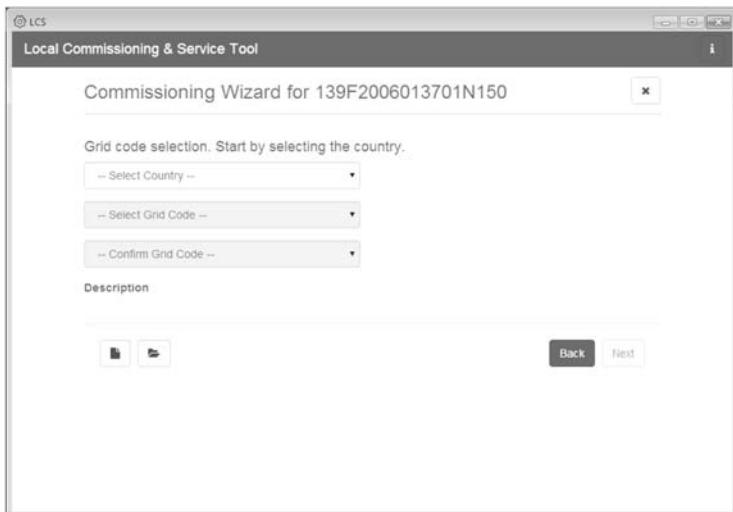

Imagen 5.6. LCS-Tool: selección de país y código de red
7. Seleccione el país deseado de la lista de opciones disponibles para los inversores de la red. Consulte la imagen 5.6.
8. Seleccione el código de red deseado de la lista de opciones disponibles para el país seleccionado. Si necesita un código de red personalizado, puede cargarlo mediante el botón [Load]. Consulte la imagen 5.6. El botón [Create] está inactivo y no se puede utilizar.